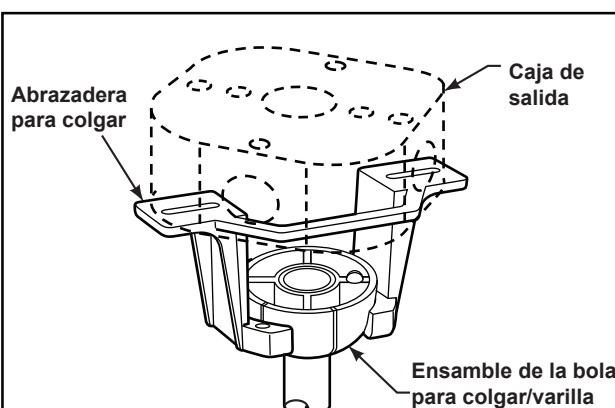

Figura 4
4. Coloque el soporte de la varilla y alinee los orificios de la clavija de horquilla en ambas piezas. Instale la clavija de horquilla y asegúrela con la pinza de horquilla. Fije los dos tornillos de presión y las tuercas de seguridad en el soporte de la varilla interior. (Figura 4)
2. Levante cuidadosamente el ventilador y coloque el ensamble de la bola para colgar/varilla en la abrazadera para colgar que acaba de fijar a la caja de salida. Asegúrese de que la ranura de la bola esté alineada con la lengüeta de la abrazadera para colgar. (Figura 4)